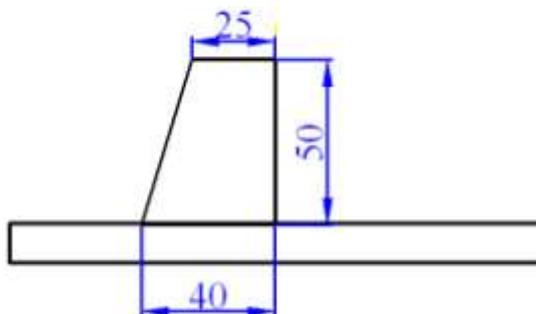

Рис. 115
13. Построить контур усеченного конуса **2М набросок** ⇒ **Полилиния** (рис. 115). Построить произвольно без размеров.
15. Из меню **Деталь** ⇒ **Размеры** ⇒ **Новый размер** задать размеры (см. рис. 115).